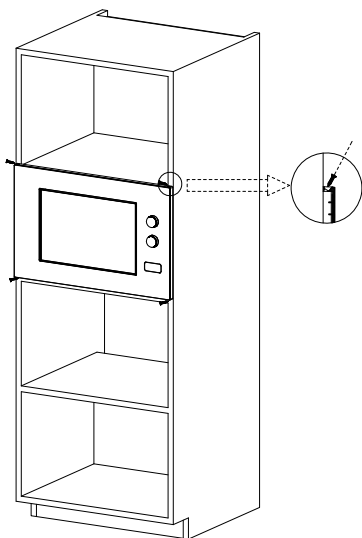

Fig.4
d) Gebruik de schroeven uit de onderdelenverpakking om de microgolfoven in de kast te bevestigen. (Fig.4)